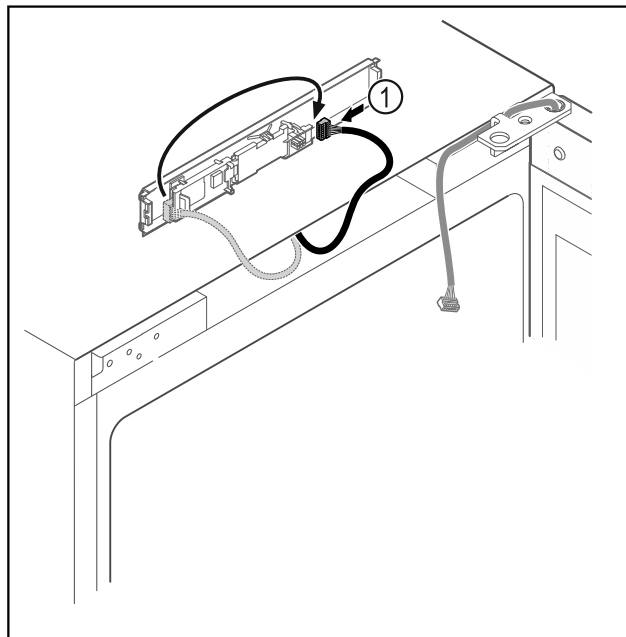

Fig. 13
- Vtič Fig. 13 (1) ponovno povežite s tiskanim vezjem.